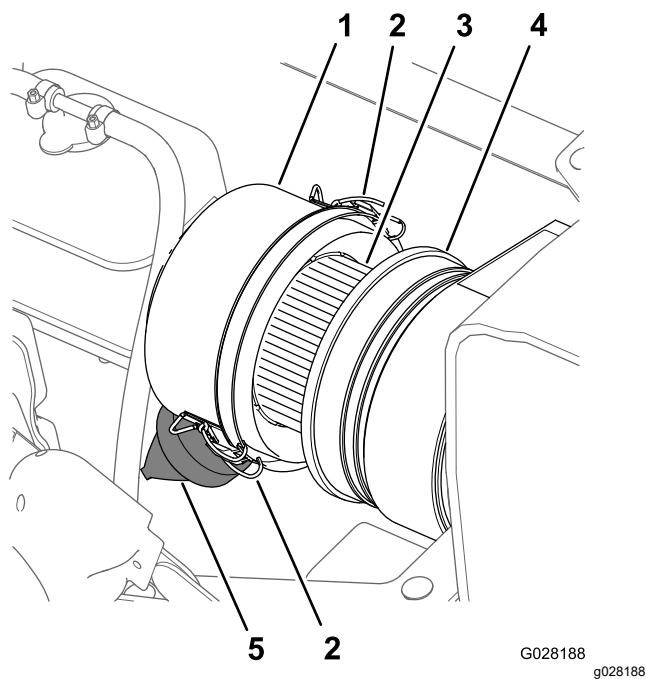
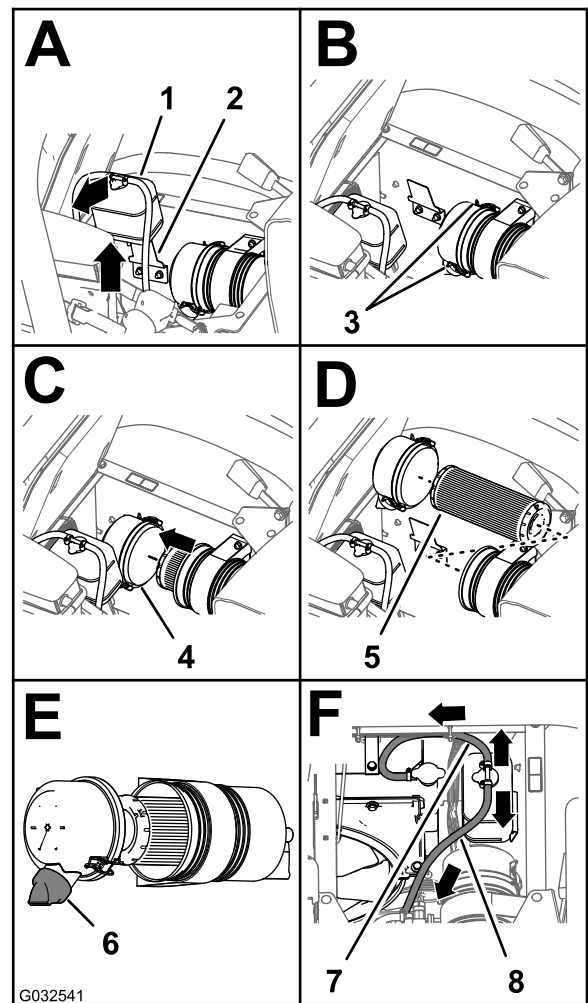

Figura 64
Figura 65
3. Limpie el tapón guardapolvo y el cuerpo del limpiador de aire (Figura 64).
4. Inspeccione la carcasa del limpiador de aire en busca de daños que pudieran causar una fuga de aire (Figura 64).
5. Apriete la válvula de polvo para limpiarla de suciedad, polvo y residuos (Figura 64).
7. Compruebe si el elemento del filtro de aire tiene una acumulación excesiva de suciedad, polvo y residuos (Figura 64).
8. Instale el tapón guardapolvo en el cuerpo del limpiador de aire, y sujete el tapón con los 2 enganches (Figura 64).
2. Limpie el tapón guardapolvo y el cuerpo del limpiador de aire (Figura 64).
3. Levante el depósito de expansión del refrigerante y retírelo del soporte del depósito (Figura 65).
4. Abra los dos enganches que sujetan el tapón guardapolvo a la carcasa del limpiador de aire (Figura 65).
6. Limpie el interior del tapón guardapolvo, la carcasa del limpiador de aire y la válvula de polvo con un trapo húmedo (Figura 64 y Figura 65).
7. Instale el elemento del filtro de aire en la carcasa del limpiador de aire (Figura 65).
8. Instale la tapa sobre el cuerpo del limpiador de aire y sujétela con los 2 enganches (Figura 65).
Nota: Asegúrese de que la válvula de polvo está alineada a una posición entre las 5 y las 7, vista desde el extremo (Figura 65).
9. Alinee el depósito de expansión del refrigerante con el soporte del depósito y coloque el depósito firmemente (Figura 65).
Importante: Asegúrese de que la manguera de alivio de presión está enrutada hacia delante y hacia abajo, y que la manguera de ventilación está enrutada hacia atrás, según se muestra en Figura 65.